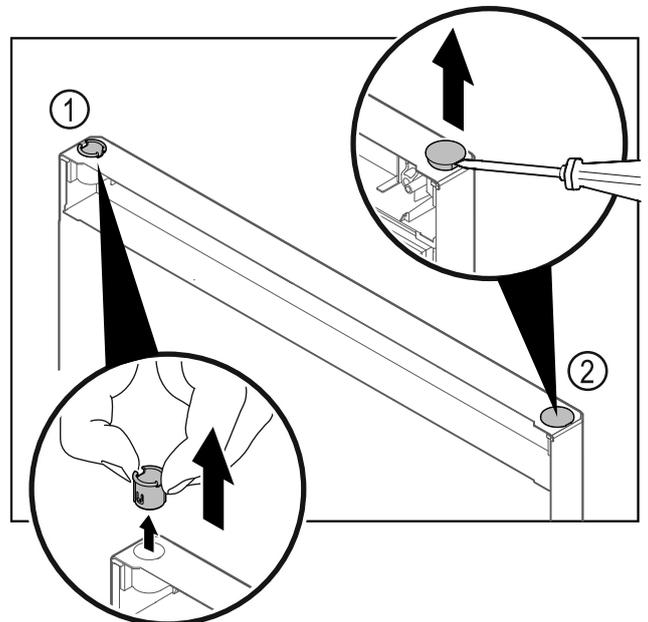

Fig. 22 Dera e ndarjes së ftohjes
- Nxirrni jashtë bokullën e menteshës Fig. 22 (1) me gishta.
- Ngrini lart me kujdes tapën mbuluese Fig. 22 (2) me një kaçavidë me kokë petë dhe nxirreni jashtë.